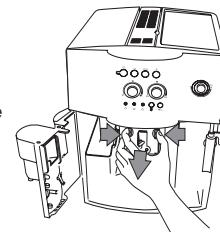

Figura 24
- Premere i due pulsanti rossi di rilascio posti sul sistema di filtrazione (Figura 24) ed estrarlo.